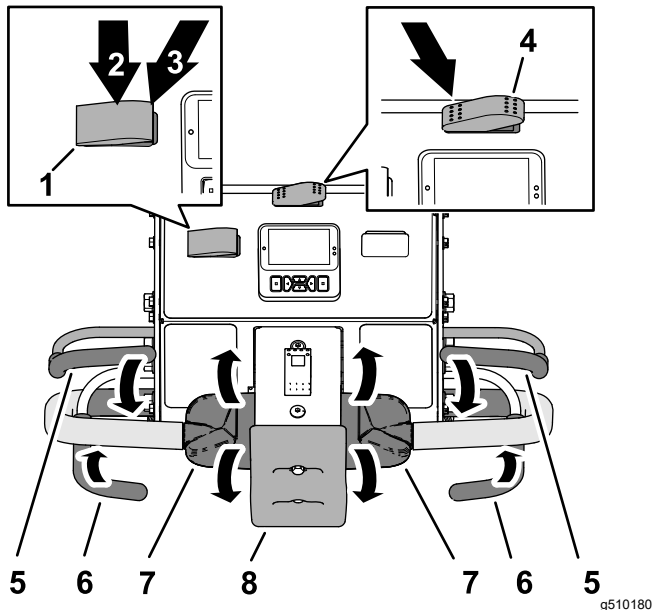

Figura 75
1. Premete l'interruttore trasporto/arieggiatura selezionando ARIEGGIATURA (Figura 75).